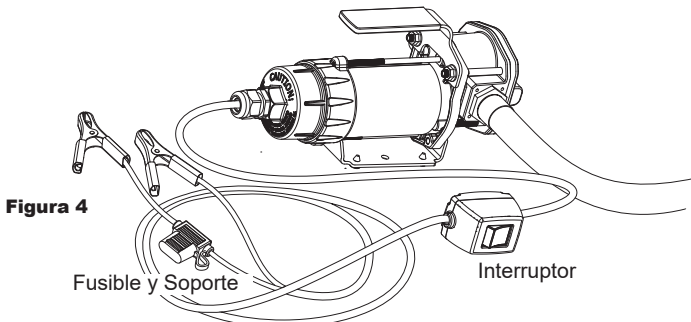

Figura 4
3. Encienda la bomba con el interruptor en línea (vea Figura 4).